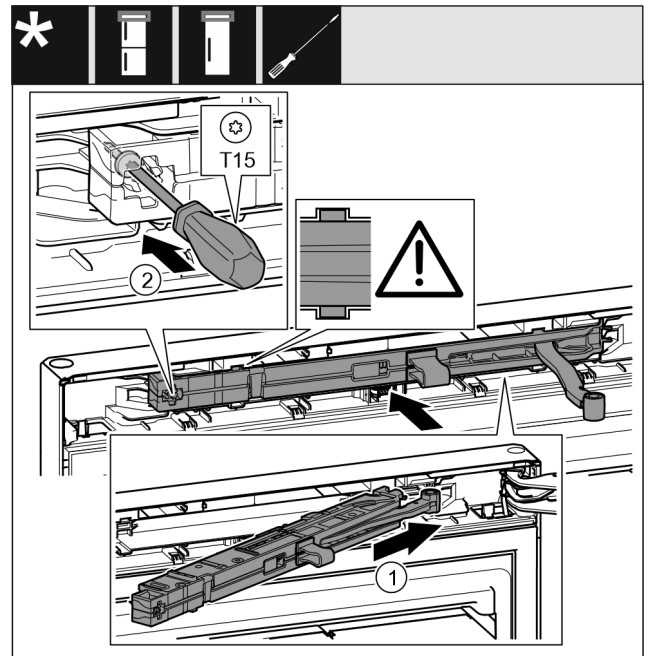

Fig. 42
- ▶ Під нахилом просуньте демпферний вузол Fig. 42 (1) з боку опорного кронштейна в отвір до упору.
- ▶ Закрутіть гвинт Fig. 42 (2) за допомогою викрутки.